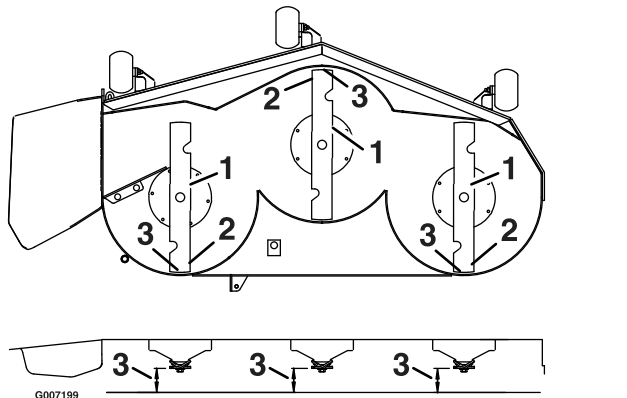

Figure 70
3. Faites pivoter les lames avec précaution pour faire passer les pointes avant à l'arrière (Figure 70).
4. Mesurez la distance entre la pointe de la lame avant et la pointe de la lame arrière par rapport à la surface plane (Figure 70).